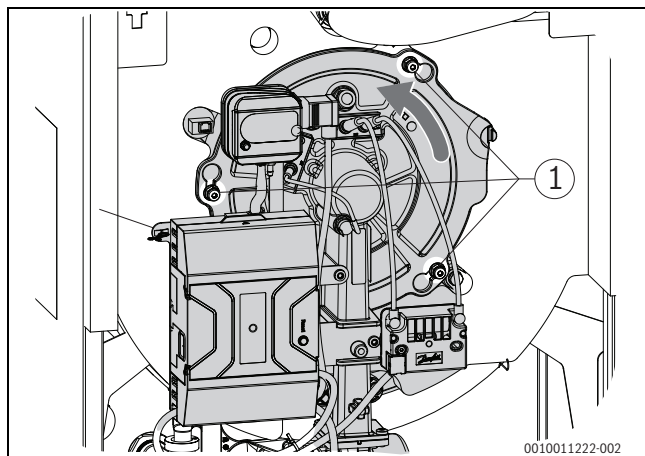

Fig. 23 Desserrer les écrous de fixation
- Dévisser les trois écrous de fixation (→Figure 23, [1]).